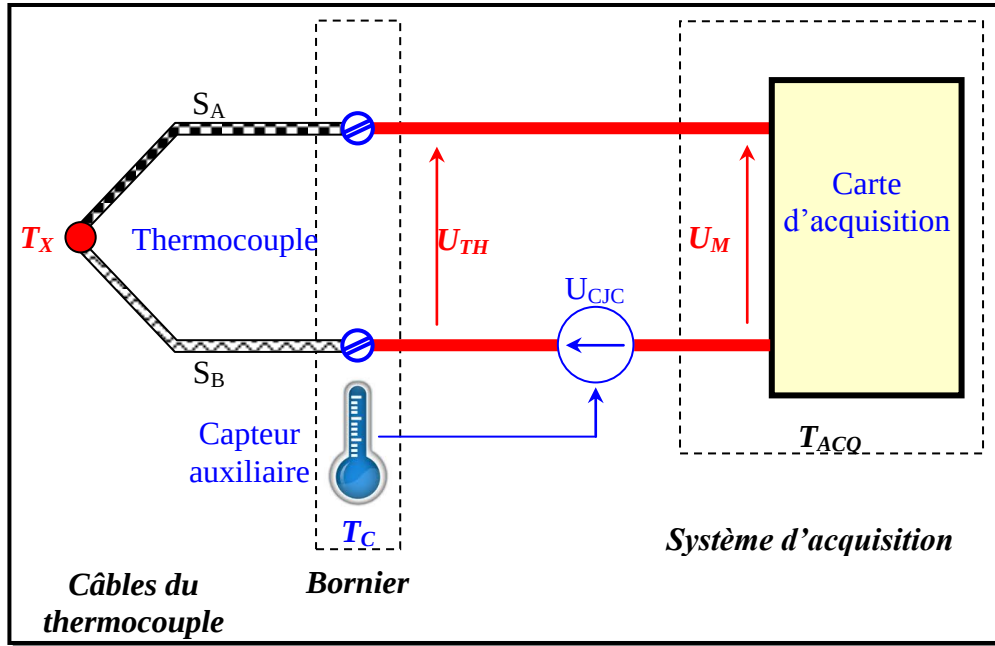
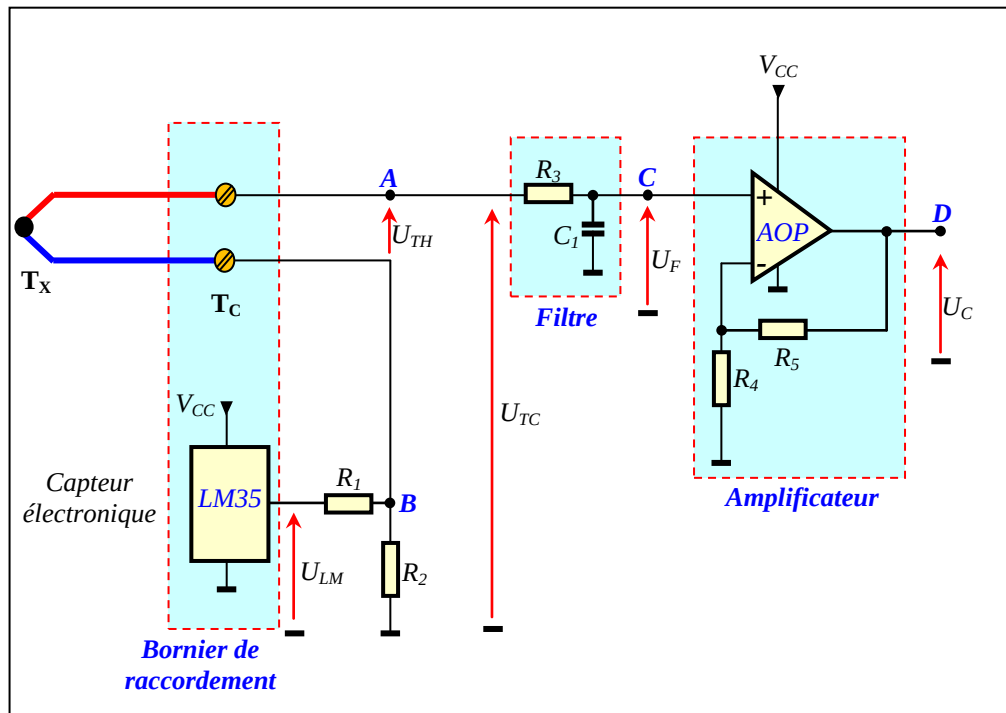

Figure 7
Figure 8
La relation (2) montre que la tension mesurée U_M dépend de la température inconnue T_X à mesurer et de la température T_C de l'environnement du bornier du raccordement du thermocouple au système d'acquisition. On appelle T_X la température de « **la jonction chaude** » et T_C la température de « **la jonction froide** ». L'utilisation de l'eau glacée, pour compenser la température de la jonction froide et rendre U_M dépendant uniquement de T_X , n'est pas une solution pratique. La **figure 7 (page 9)** donne le schéma de principe d'une solution de compensation facile à réaliser, qui consiste à mesurer la tension image de la température T_C du bornier par un **autre capteur auxiliaire**, représentée par la tension U_{CJC} , et la réinjecter dans la maille de mesure du thermocouple.
La figure 8 représente un exemple de schéma de montage implémentant la compensation de T_C suivant le principe de la figure 7, où le capteur auxiliaire est un capteur électronique de type LM35.
Le filtre $\{R_3, C_1\}$ (Figure 8) réduit l'effet des hautes fréquences des interférences électromagnétiques qui altèrent le système d'acquisition. La fonction de transfert d'un tel filtre est de la forme :
L'amplificateur (Figure 8) permet d'adapter le signal représentant la température T_X au convertisseur analogique/numérique (ADC) du microcontrôleur.